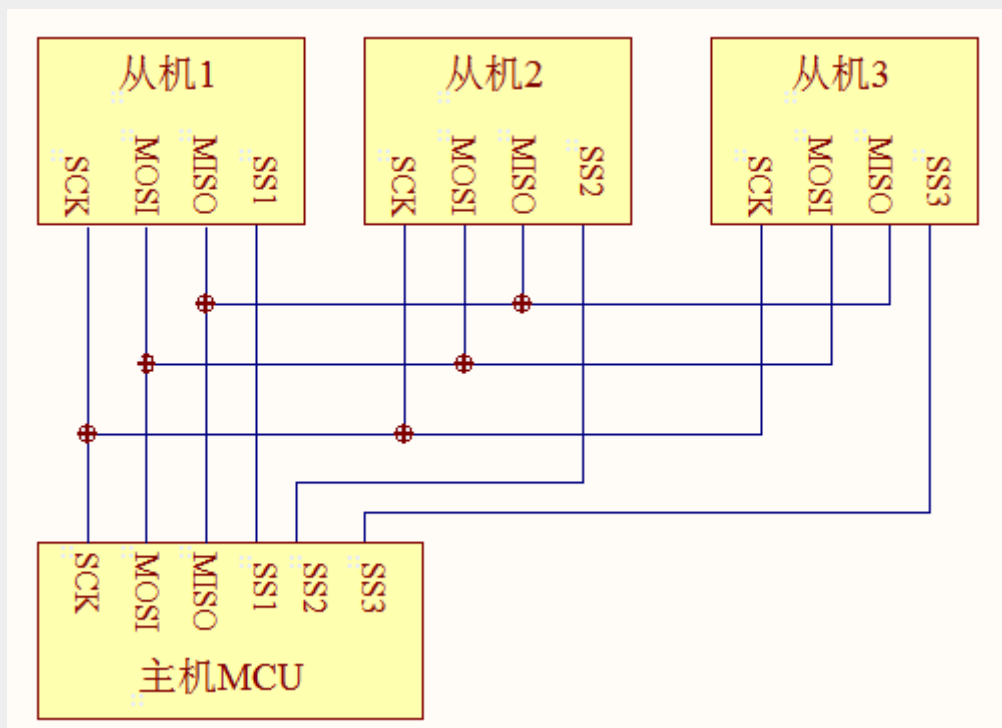

图 13-1 SPI 多设备通讯
(1)  $\overline{SS}$  (Slave Select): 片选信号线，当有多个 SPI 设备与 MCU 相连时，每个设备的这个片选信号线是与 MCU 单独的引脚相连的，而其它的 SCK、MOSI、MISO 线则为多个设备并联到相同的 SPI 总线上，见图 13-1。当  $\overline{SS}$  信号线为低电平时，片选有效，开始 SPI 通讯。